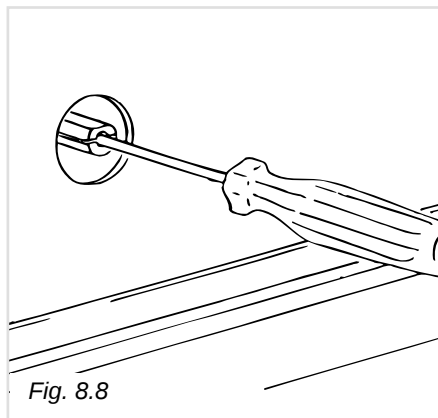

Fig. 8.8
- Togliere la manopola ed agire sulla vite interna all'asta del rubinetto (fig. 8.8) fino ad ottenere la fiamma desiderata.